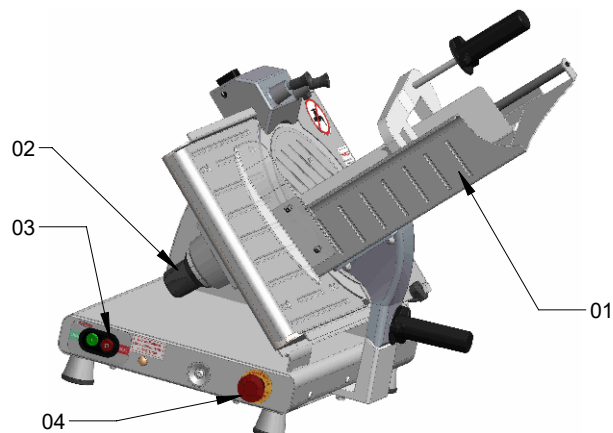

Figura 02
2.2.1 Coloque o produto a ser fatiado no Carrinho (Item 01, figura 02).
2.2.2 Regule a espessura da fatia através do Regulador de espessura (Item 02, figura 02) "lembrando que a espessura máxima é de 2mm", depois acione o Botão Liga/Desliga da lâmina (Item 03, figura 02).
2.2.3 Caso seja necessário utilizar o Botão de Emergência (Item 04, figura 02), para retomar o uso da máquina é necessário soltar o Botão de Emergência (Item 04, figura 02) girando-o no sentido indicado no botão. Após esse procedimento, acione o Botão Liga/Desliga (Item 03, figura 02) para ligar a máquina.
2.3.3 Utilize o regulador de espessura (Item 02, figura 02), nivele a mesa (Item 03, figura 03) com a lâmina antes de regular o protetor.
3.1.2 Quando efetuar a limpeza com a lâmina instalada no aparelho, gire o regulador de corte (Item 02, figura 02) no ponto "Zero" para que a aresta de corte da lâmina seja protegida pela mesa, evitando contato.